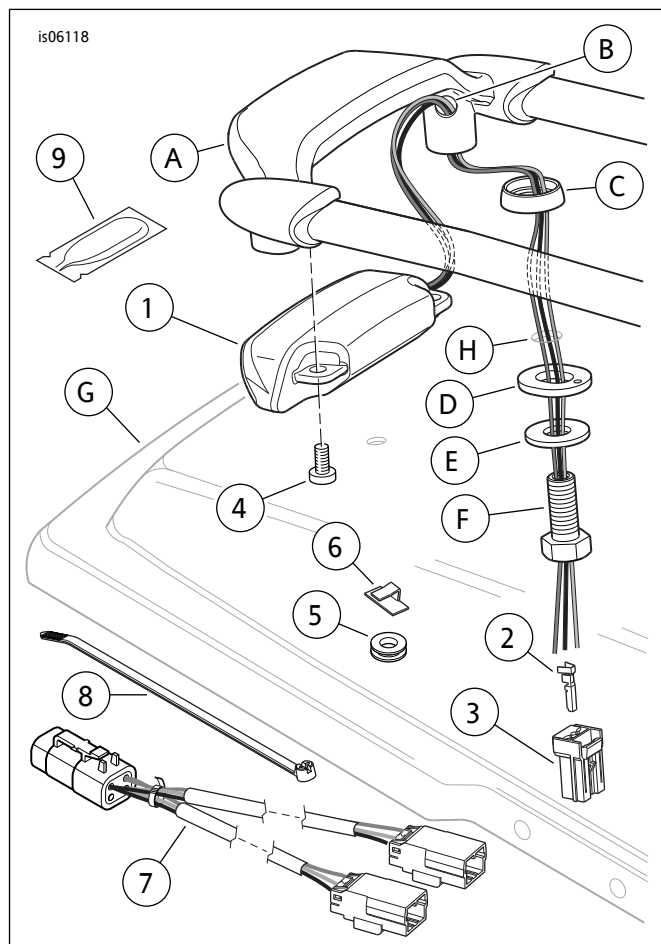

图3。维修零件：AirWing边箱盖护栏灯套件
参见图3和表1。
2. 在所有情况下安装：参见图3。从套件中取出一个边箱护栏灯组件(1)。
2. 参见图3。从套件中取出六个插座接线端(2)和两个插座盒(3)。参阅维修手册并遵循其说明将接线端压接至边箱护栏灯导线。